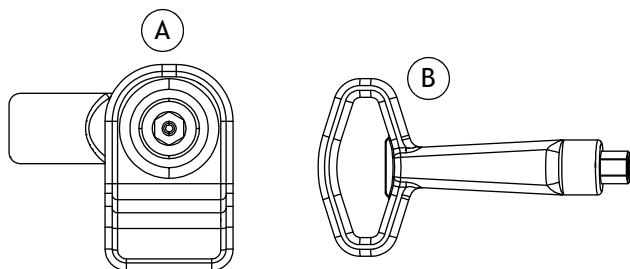

Рисунок 3-2. Ключ и шпингалет эксплуатационной панели (типовая схема)
1. См. **Рисунок 3-2**. Достаньте ключ (В) из сумки, прикреплённой к дверце установки.